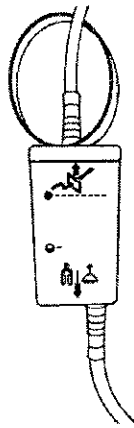

Figura 3: Recipiente del sistema ACROBAT-i
6. Para preparar el recipiente del sistema ACROBAT-i, enrolle la correa del mismo e inserte el accesorio con rebaba superior por los agujeros de los extremos de la correa del recipiente (como se indica en la figura 3). Conecte un extremo del conjunto de tubos con filtro al accesorio con rebaba superior del recipiente del sistema ACROBAT-i, asegurándose de que encaje completamente y se cree una sujeción segura. Cuelgue o asegure de otra forma el recipiente del sistema ACROBAT-i para que quede orientado y se mantenga en posición vertical (como se indica en la figura 3).